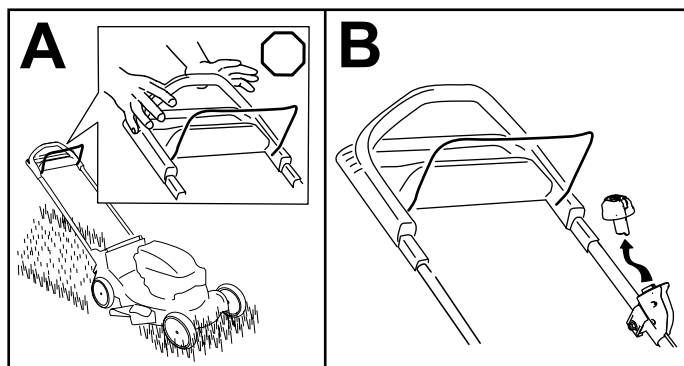

Figura 17
1. Suelte la barra de control de la cuchilla (Figura 17, A).
2. Retire el botón de arranque eléctrico del arrancador eléctrico (Figura 17, B).